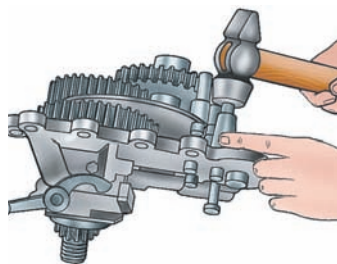

Рис. 2. Вибивання штоків і зняття вилок
9. Зніміть стопорну пластину штоків перемикання і вибийте штоки (рис. 2) мідним молотком, одночасно знявши з них вилки перемикання.